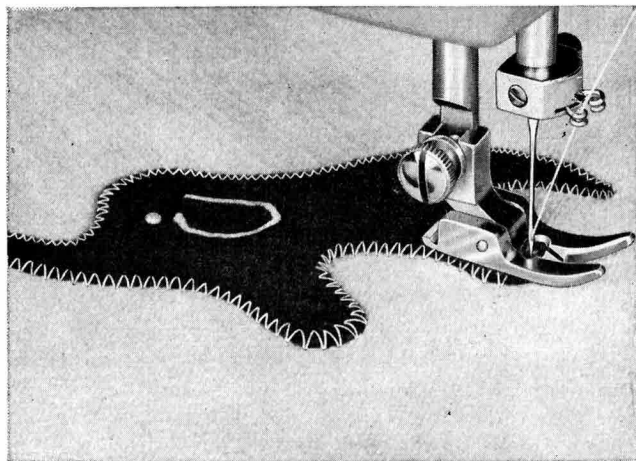

Abb. 48
1. Die fertig ausgeschnittene Applikation entweder mit dichtem (ganz kleine Stichlänge) oder weitem Zickzack-Stich (Stichlänge groß) aufnähen (Abb. 48)